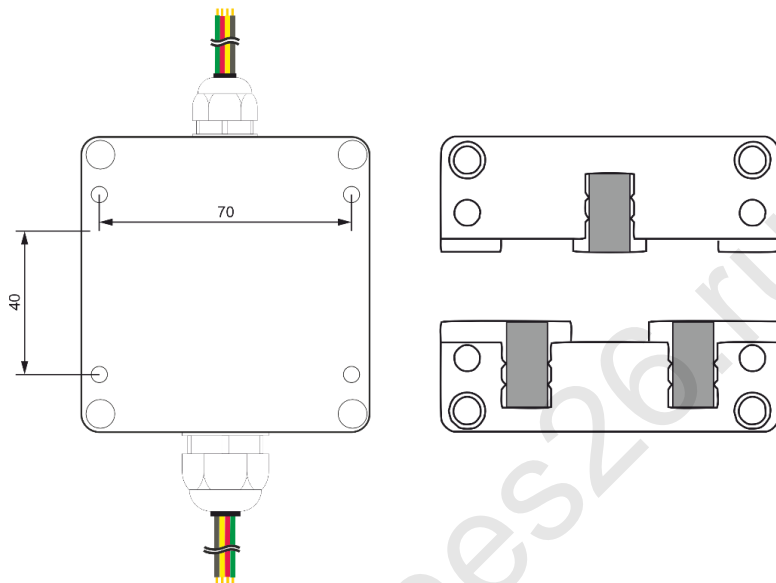

Рисунок 5
1) на панель, при этом необходимо снять крышку корпуса и четырьмя винтами М4 через отверстия диаметром 4,2 мм закрепить РУКМ на панели (рисунок 5);